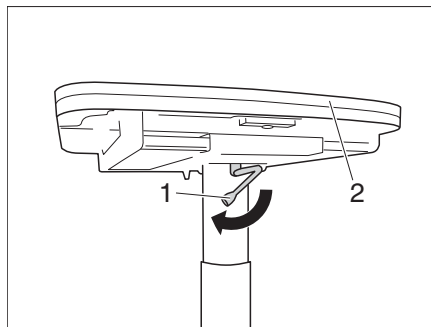

Bild 101 Tisch absenken
- Den Verriegelungshebel (Bild 101,1) nach links schwenken. Die Verriegelung ist offen.
- Die Tischplatte (Bild 101,2) in der Mitte nach unten drücken und gedrückt halten.
- Den Verriegelungshebel (Bild 101,2) nach rechts schwenken. Der Hubtisch ist verriegelt.